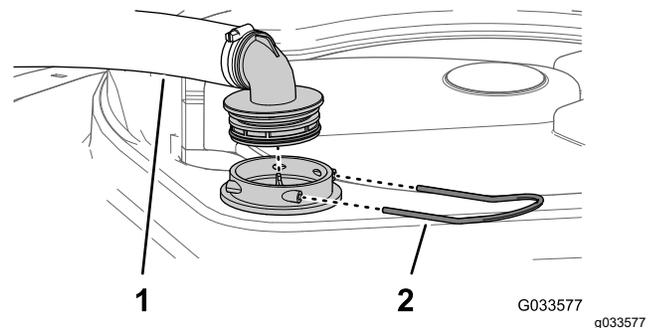

Figura 59
2. En la parte superior del depósito del fumigador, retire el dispositivo de sujeción que fija el acoplamiento de la manguera conectado a la manguera grande de la carcasa del filtro (Figura 59).
3. Retire la manguera y el acoplamiento de la manguera de la carcasa del filtro (Figura 59).